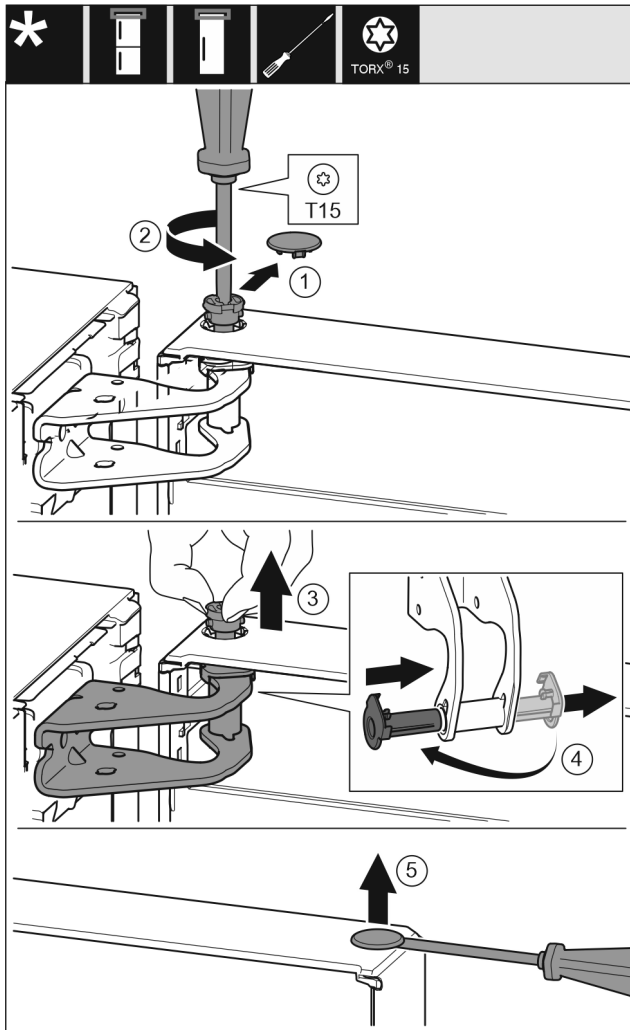

Fig. 9
- ▶ Noņemiet uzmanīgi aiztura pārsegu. Fig. 9 (1)
- ▶ Izskrūvējiet mazliet ar skrūvgriezi T15 tapu. Fig. 9 (2)
- ▶ Noturiet durvis un izskrūvējiet tapu ar pirkstiem. Fig. 9 (3)
- ▶ Izvelciet gultņa ieliktni no vadotnes. Ievietojiet un nofiksējiet no otras puses. Fig. 9 (4)
- ▶ Paceliet uzmanīgi ar plakano skrūvgriezi un izvelciet ārā aizbāzni no durvju gultņa ieliktnī. Fig. 9 (5)